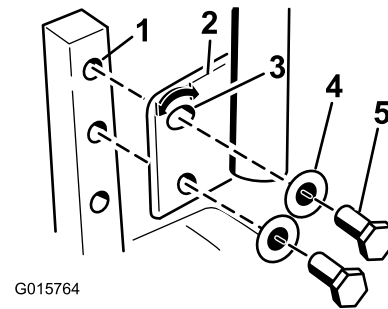

Figura 30
1. Togliete i due bulloni e le 2 rondelle che fissano la leva di comando all'albero del braccio di controllo (Figura 30).
2. Spostate la leva di comando nella serie di fori successiva. Fissate la leva con i 2 bulloni e le 2 rondelle (Figura 30)